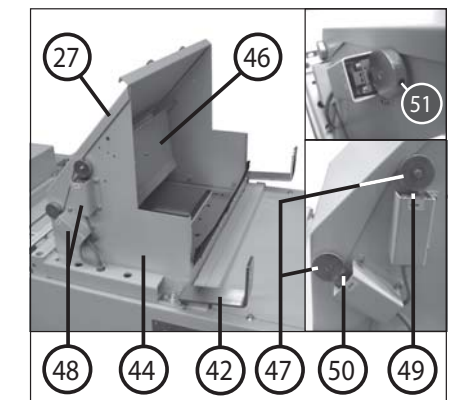

Fig. 5
- 44 = Tremonha (fig. 5)
- 46 = Chapa de comutação (fig. 5)
- 47 = Cames de comutação (fig. 5)
- 48 = Cobertura do interruptor (fig. 5)
- 49 = Interruptor final S8 (fig. 5)
- 50 = Interruptor final S9 (fig. 5)
- 51 = Pino roscado (fig. 5)